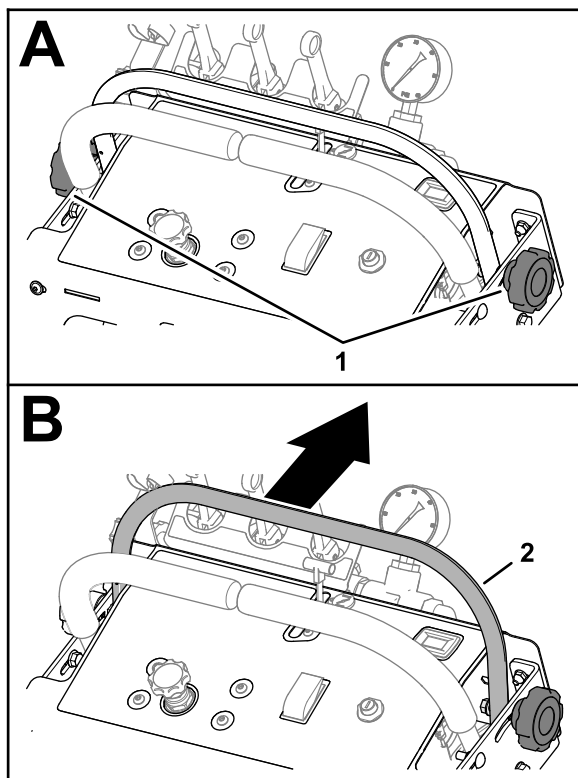

Figura 95
2. Afloje los 2 pomos que sujetan la barra de velocidad, y empuje la barra de velocidad hacia adelante (Figura 95).